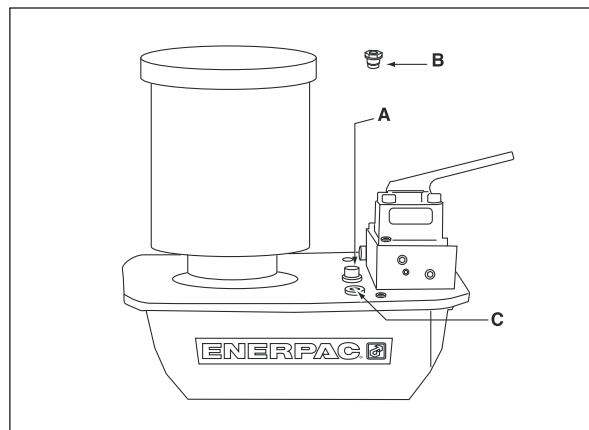
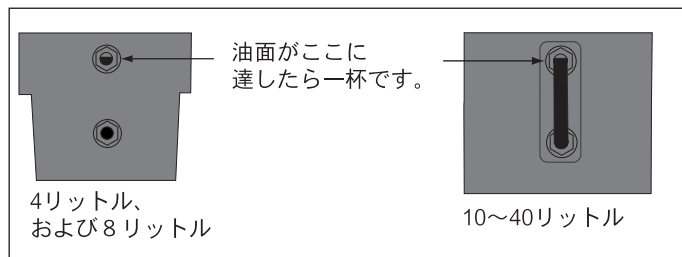

図 2. ZE, ZW ブリーザの設置
図 4
4.1 リザーバ ブリーザ キャップ（図 2 を参照）
始動前にオイル レベルを確認し、必要であればカバー プレートから SAE #10 プラグを外してオイルを追加します (図 2 参照)。オイル レベルがガラス ボルトの覗き穴の一番上に達したら一杯です。(図 4)